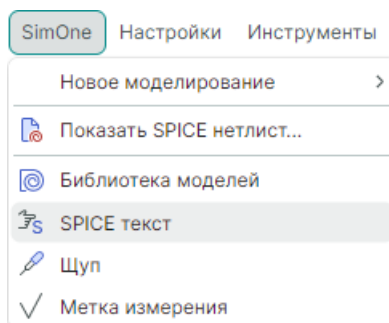

Рис. 33 Добавление объекта SPICE-текст
1. С помощью главного меню «SimOne» → «SPICE-текст», см. Рис. 33.